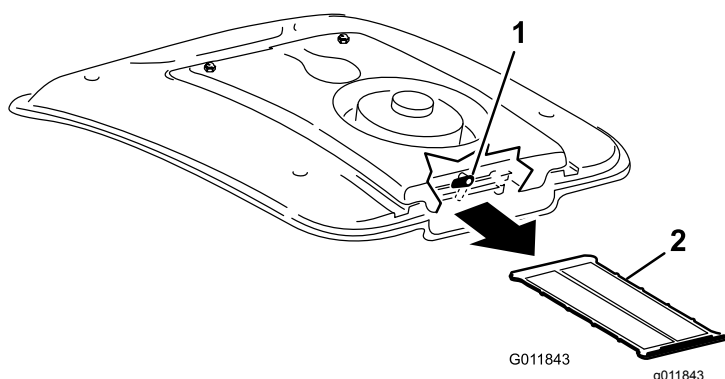

Figure 115
2. À l'arrière du support du ventilateur, tournez le verrou de côté (Figure 115).
3. Glissez le filtre de climatisation hors du serpentin (Figure 115).
4. Nettoyez soigneusement le filtre à l'air comprimé (Figure 115).